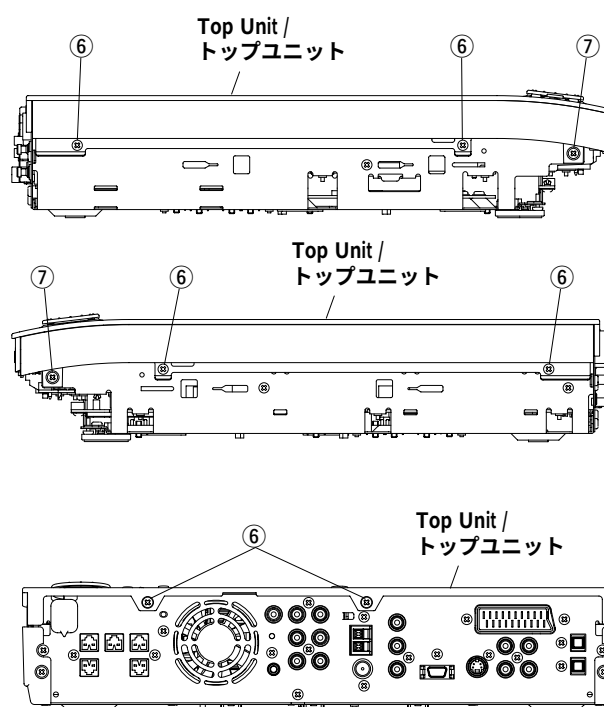

Fig. 4
- Remove 6 screws (⑥) and 2 screws (⑦) in Fig. 4.
- ⑥のネジ6本、⑦のネジ2本を外します。(Fig. 4)